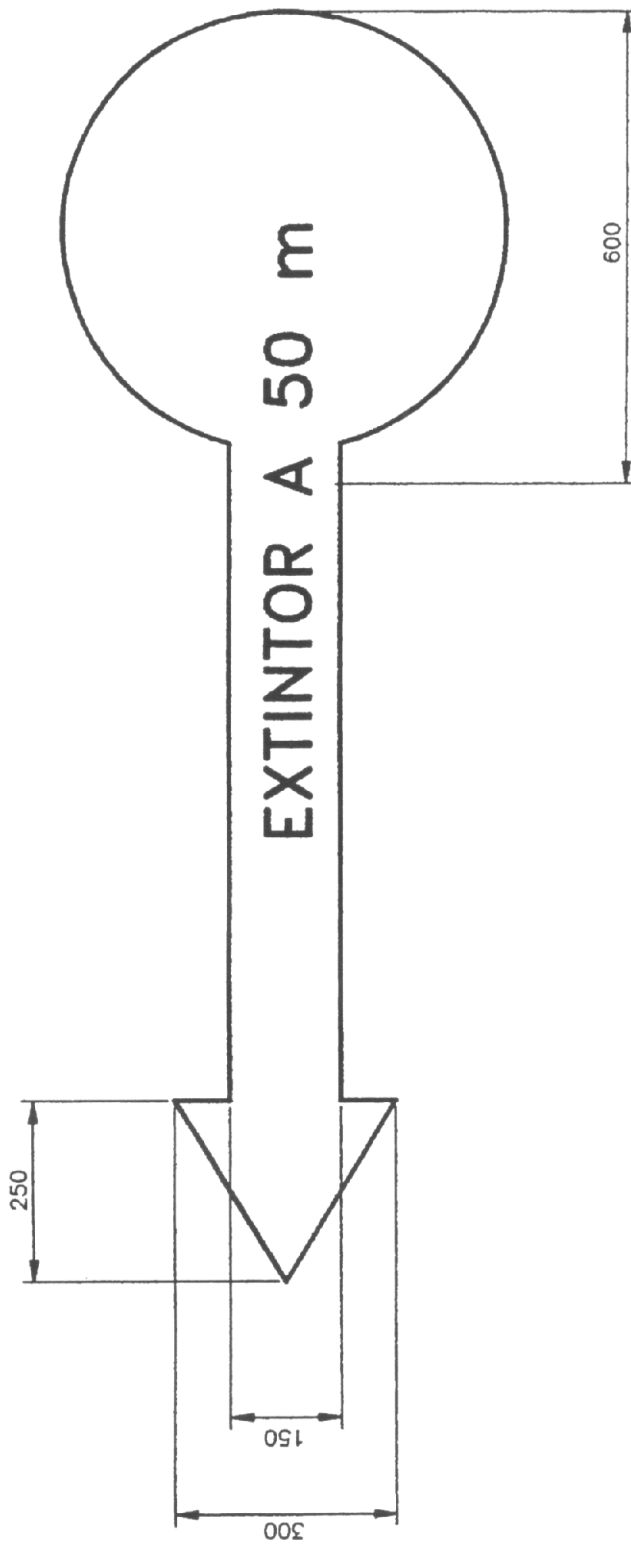

Figura 4
A.3 Cuando la necesidad lo aconseje, para facilitar la localización de los extintores, se debería utilizar la señalización indicada en la figura 4, indicativa de la situación y distancia a que se encuentra el extintor.